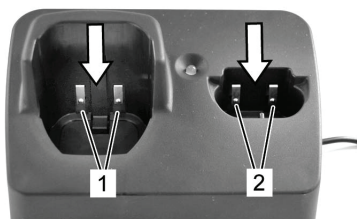

Fig. 22
Para conseguir un buen resultado de esquila y para alargar la duración de la esquiladora, es imprescindible aplicar una fina capa de aceite sobre las cuchillas superior y inferior (Fig. 22).
- ▶ Lubrique los peines suficientemente durante el esquila (como mínimo cada 15 minutos), para que no marchen en seco (Fig. 22).